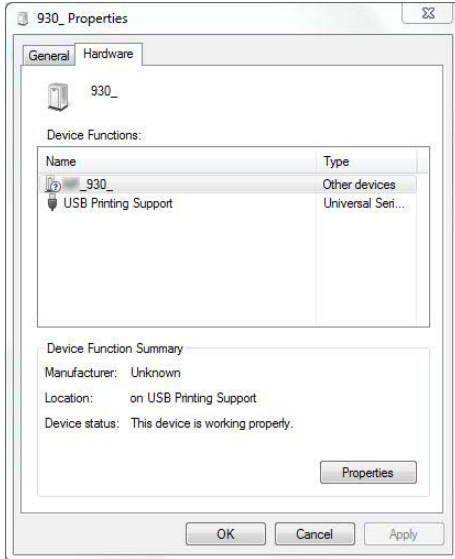

Abbildung 57: Eigenschaften "Andere Geräte"
- Wählen Sie den Reiter "Hardware" aus (siehe Abbildung 57). Machen Sie einen Doppelklick auf den Drucker (Typ: Andere Geräte); dadurch öffnet sich ein neues Fenster.